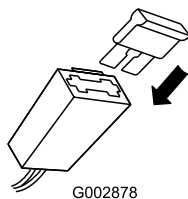

Figura 9
2. Inserite il fusibile nel portafusibili (Figura 9).